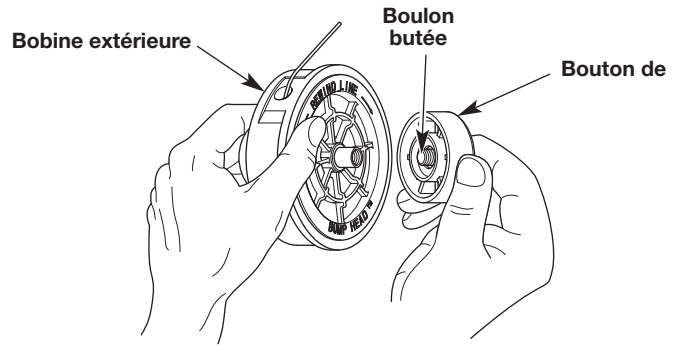

Fig. 12
1. Tenez d'une main la bobine extérieure et dévissez le bouton de butée dans le sens inverse des aiguilles d'une montre (Fig. 12).